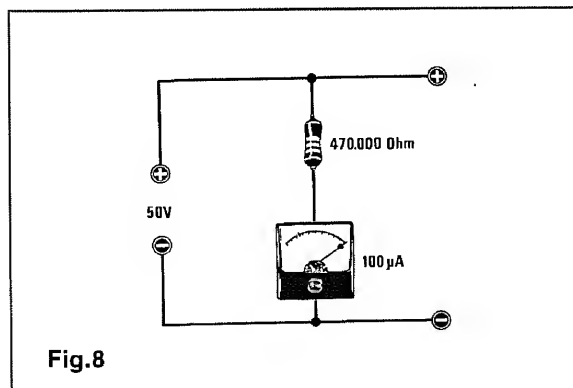

Fig.8
**8 = Calcolare** il valore della resistenza da mettere in **serie** ad uno strumento da **100 microAmper** fondo scala, per trasformarlo in un **voltmetro** da **50 Volt** fondo scala (vedi fig.8).